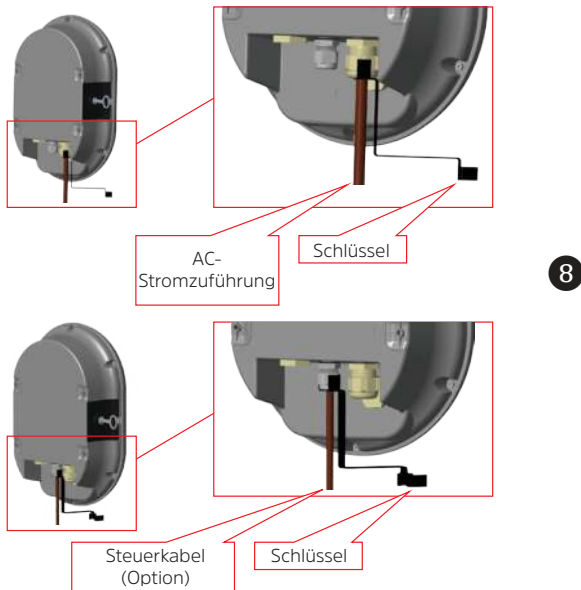

Abb. 8: Wandmontage Schritt 8
8. Ziehen Sie die Kabelverschraubungen wie in der Abb.8 gezeigt fest. Verwenden Sie hierfür den im Lieferumfang enthaltenen "Schlüssel für Kabelverschraubungen".